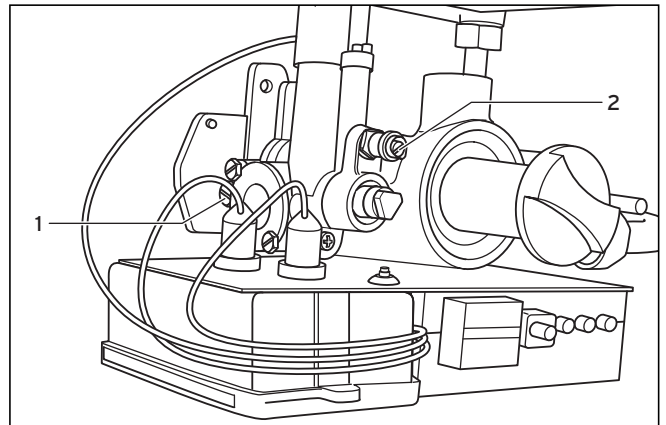

Fig. 6.4 Tobera de medición para la presión del quemador
- Compruebe si se encuentran instaladas las toberas correctas, véase fig. 6.4, Identificación de toberas. Compruebe si se encuentran instaladas las toberas correctas, véase tab. 9.2 Valores del gas referidos al tipo de gas ajustado. Compruebe la identificación de las toberas montadas con los datos de la tabla en el apartado 9, Datos Técnicos. Para ello, deberá desmontar el quemador si es necesario, véase el apartado 7.2, Limpieza del quemador.